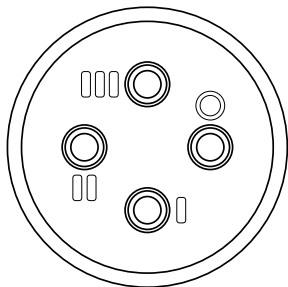

Рисунок 4.2 – Маркировка на штуцере
3. Ввернуть комплект электродов в штуцер согласно маркировке (см. *рисунок 4.2*):